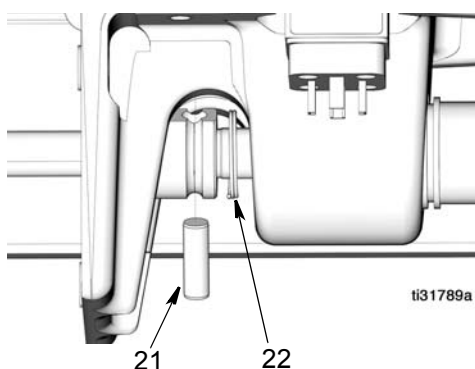

FIG. 14
4. Faire glisser le ressort de retenue (22) hors de la broche (21) et retirer la broche (FIG. 14).